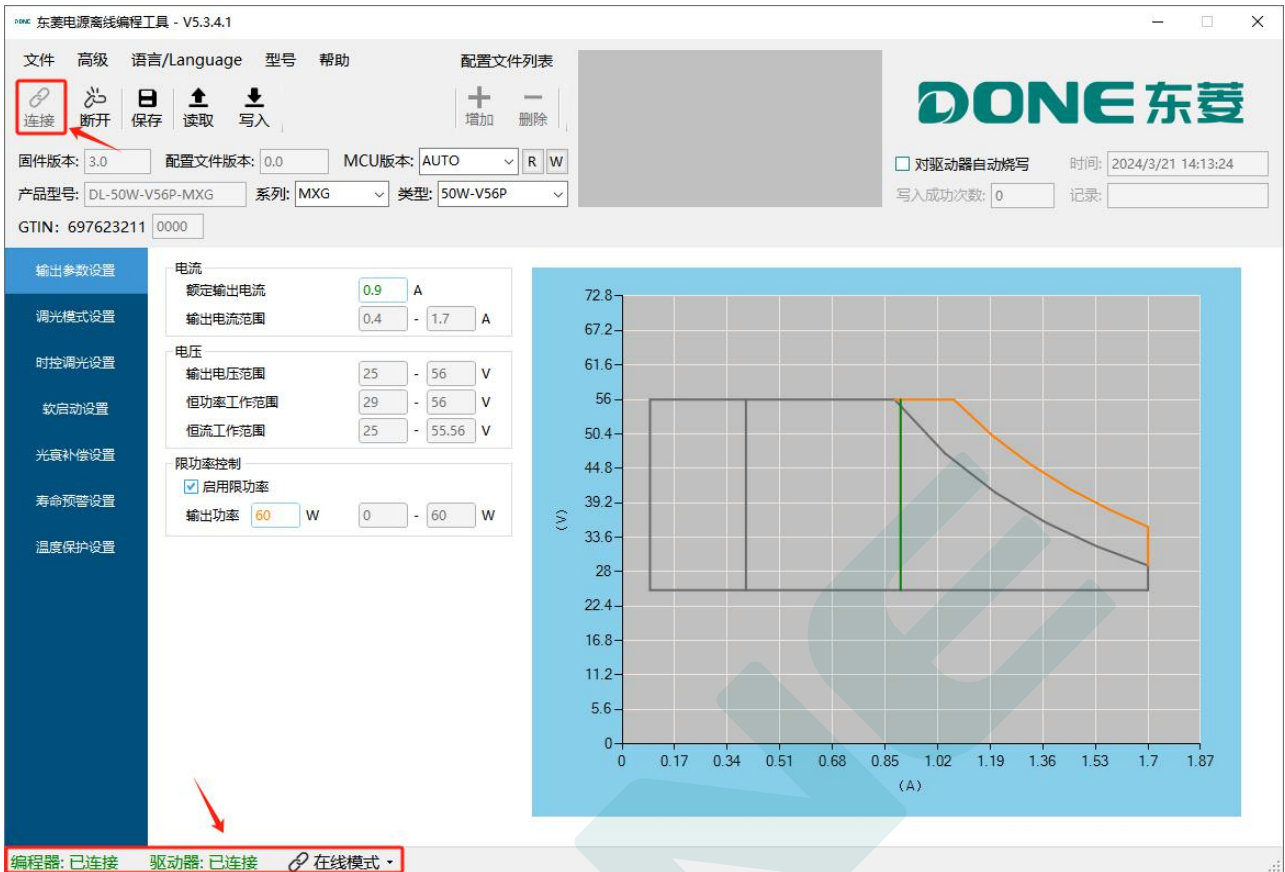

图 5.1.5 在线连接界面
2. 点击“连接”，等待几秒，编程器状态显示“已连接”，则编程器连接成功；连接驱动器到编程器，选择在线模式，等待几秒，若驱动器状态显示“已连接”，则驱动器连接成功，如图5.1.5所示。若显示“已断开”，请检查调光电路的硬件部分。